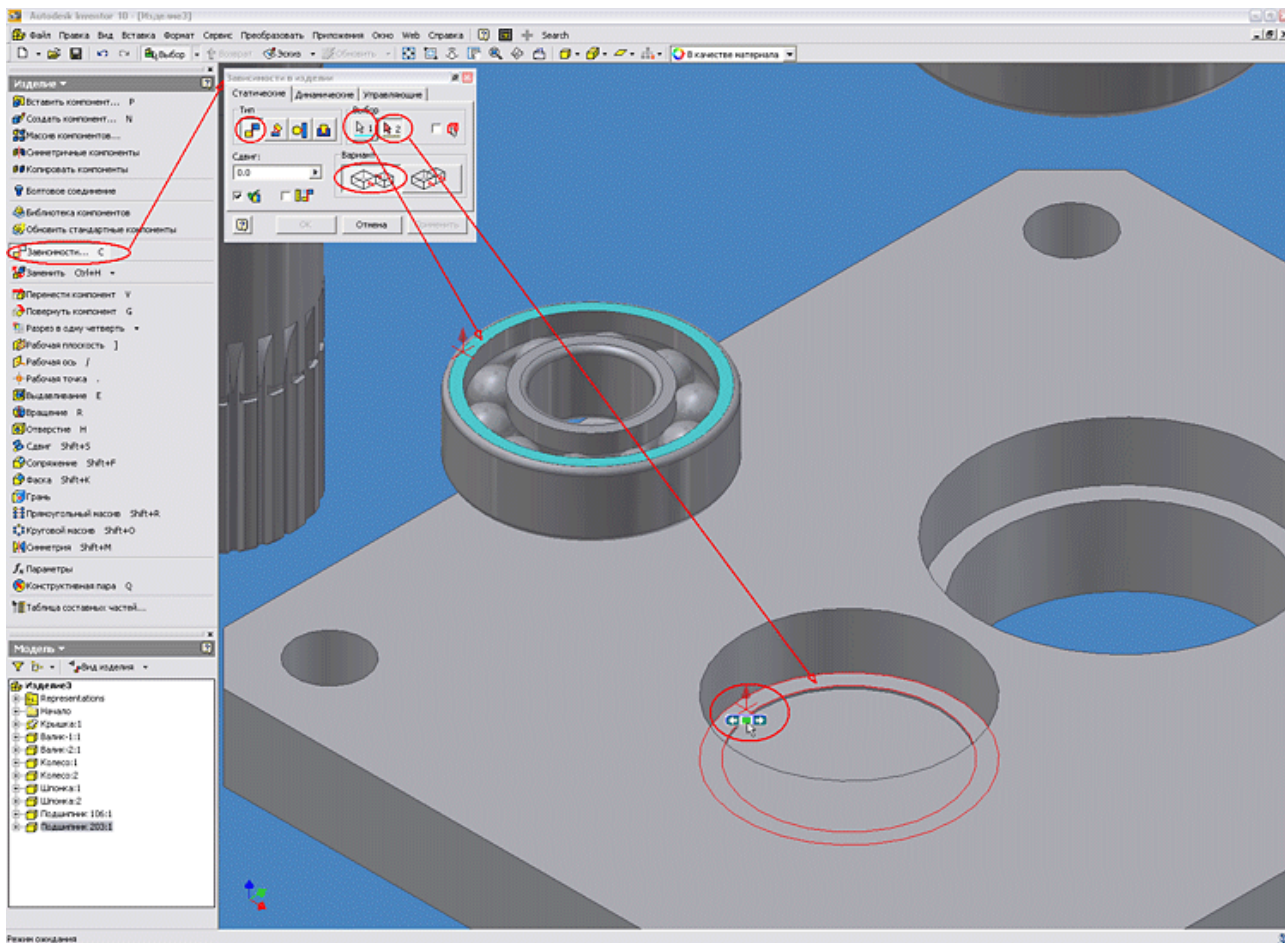

Рис. 5
5. Приступаем непосредственно к сборке, которая осуществляется путем наложения зависимостей. Зависимости служат для установки положения компонента в изделии и моделирования механических взаимоотношений между компонентами. Для этого нажимаем кнопку «Зависимости» в палитре инструментов. В открывшемся окне выбираем тип статической зависимости «Совмещение» и указываем совмещаемые плоскости двух деталей. Существуют два варианта совмещения - навстречу и заподлицо. Мы выбираем первый вариант. Для удобства указания элементов для совмещения можно использовать колесико мышки или стрелки выбора (влево-вправо), которые автоматически появляются при неподвижном удержании указателя мыши на элементе. Так же детали можно передвигать в пространстве модели простым перетаскиванием их указателем мыши. После указания элементов для совмещения детали автоматически меняют расположение в сборке в соответствии с наложенными зависимостями. Что бы изменения вступили в силу – нажимаем на кнопку «Применить» (см. Рисунок 5).